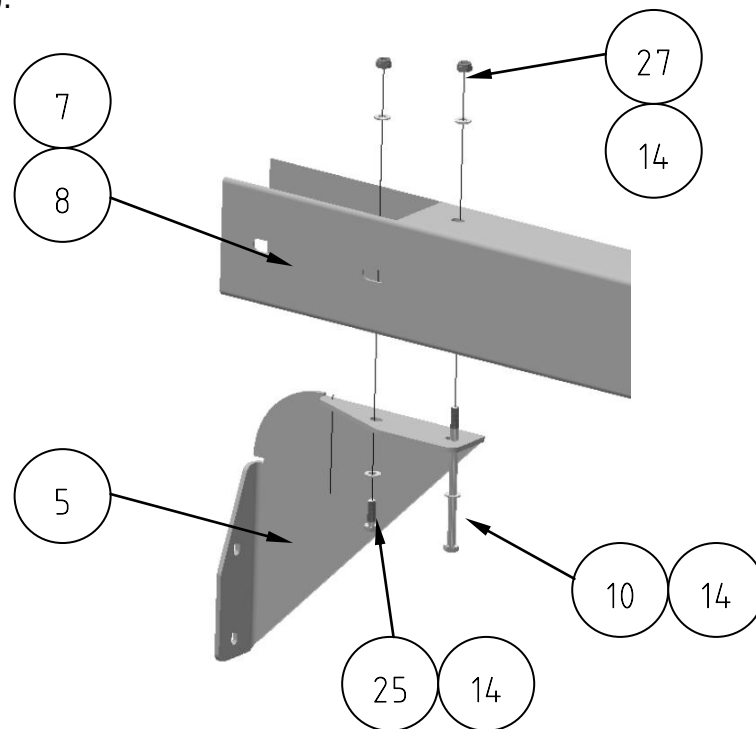

Abbildung 6: Befestigung Eckwinkel
Bitte beachten Sie, dass auf den Seiten, auf denen sich keine Sprossenwände befinden, die oberen Ecken mit den Eckwinkeln (5) ausgesteift werden müssen. Dazu müssen die Eckwinkel (5) zunächst an die entsprechenden Seitenteile (7+ 8) geschraubt werden. Zur Befestigung nutzen Sie bitte die mitgelieferten Schrauben (vgl. Abbildung 6).